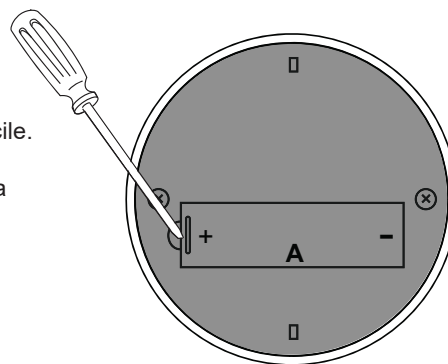

FIG. 2
À l'aide d'un petit tournevis plat, soulevez le couvercle du compartiment à pile (A) pour y accéder (Fig. 2).